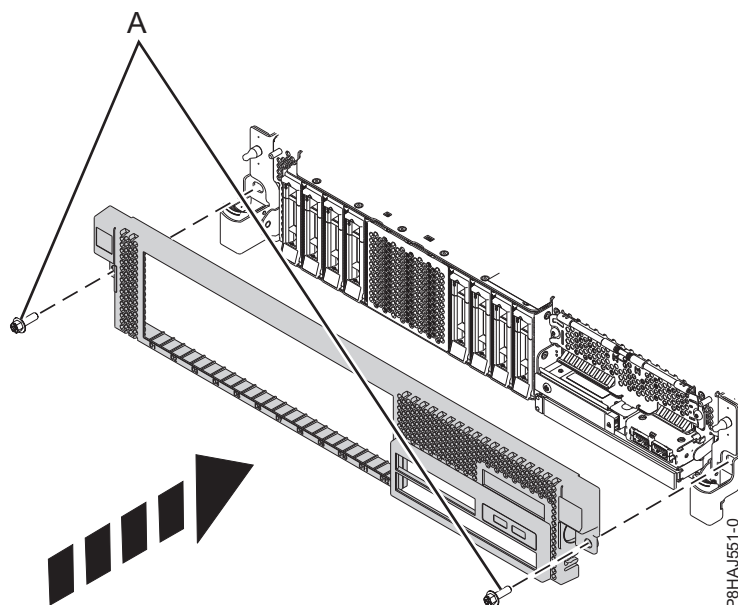

Figura 20. Instalando a Tampa Frontal
3. Feche as travas de liberação, empurrando na direção mostrada na Figura 20 na página 37. A tampa se encaixa no lugar e possui uma indentação pela qual é possível segurá-la mais facilmente.
4. Substitua os parafusos de remessa (A).